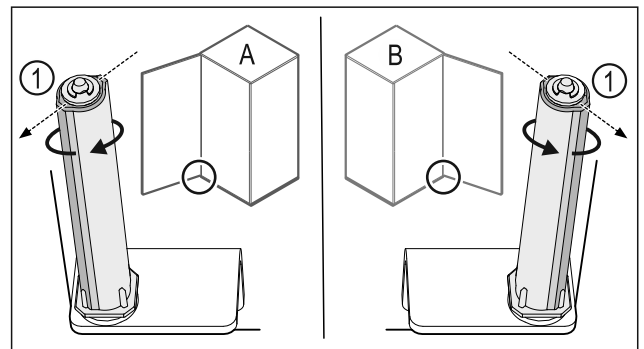

Fig. 43 Linksanschlag (A) / Rechtsanschlag (B)
- ▶ Schließsystem gegen den Widerstand drehen, bis der Steg des Schließsystems Fig. 43 (1) nach außen zeigt.